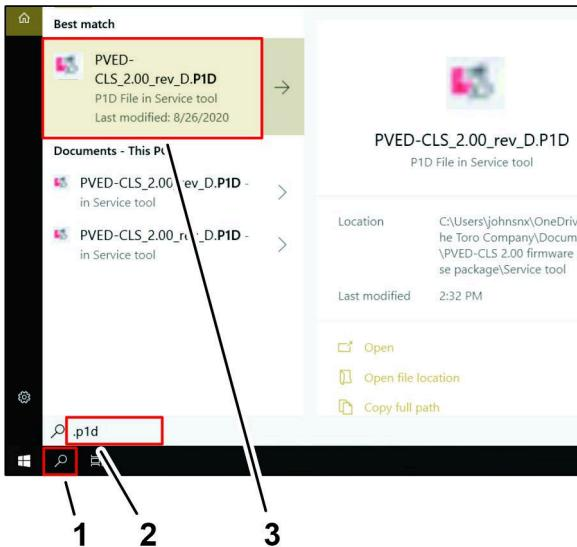

Figura 37
2. Na barra de tarefas do Windows, clique no ícone PESQUISAR (Figura 37).
3. Na caixa de texto DIGITE AQUI PARA PESQUISAR, escreva .P1D e prima a tecla Enter (Figura 37)
4. Clique no ícone PVED-CLS_2.00_rev_D.P1D (Figura 37).